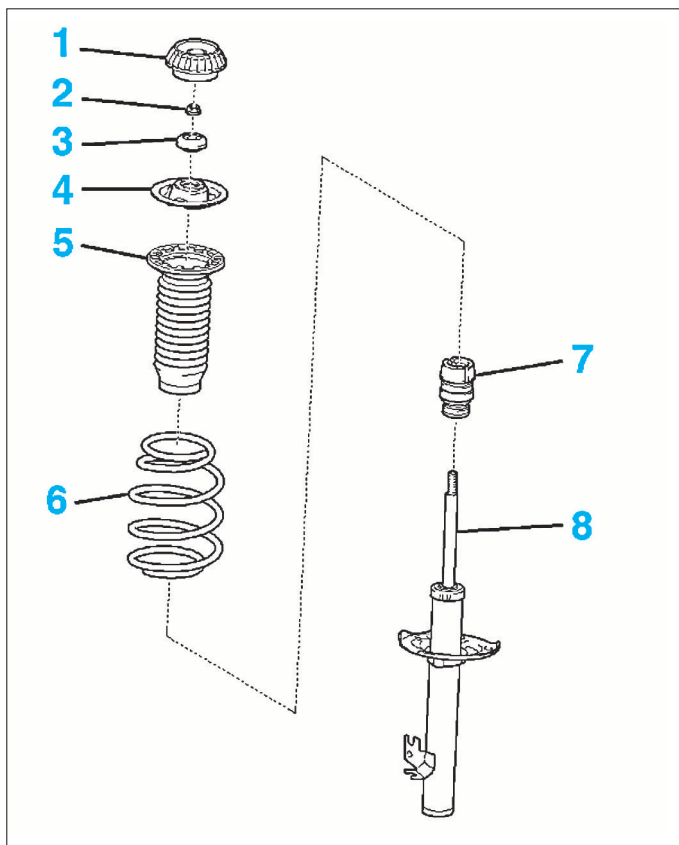

FIG. 11
- la coupelle (1) (Fig.11).
- l'écrou (2).